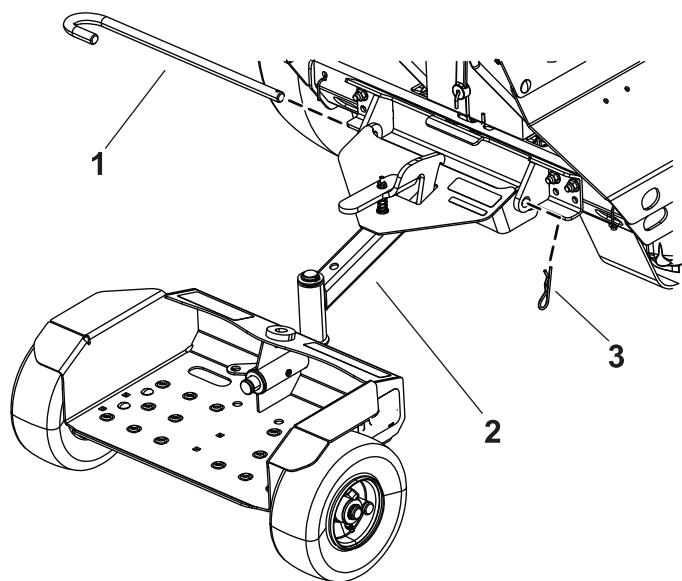

Рисунок 3
2. Подсоедините прицепную раму на колесном ходу к кронштейну, используя ось поворота и игольчатый шплинт (Рисунок 3).